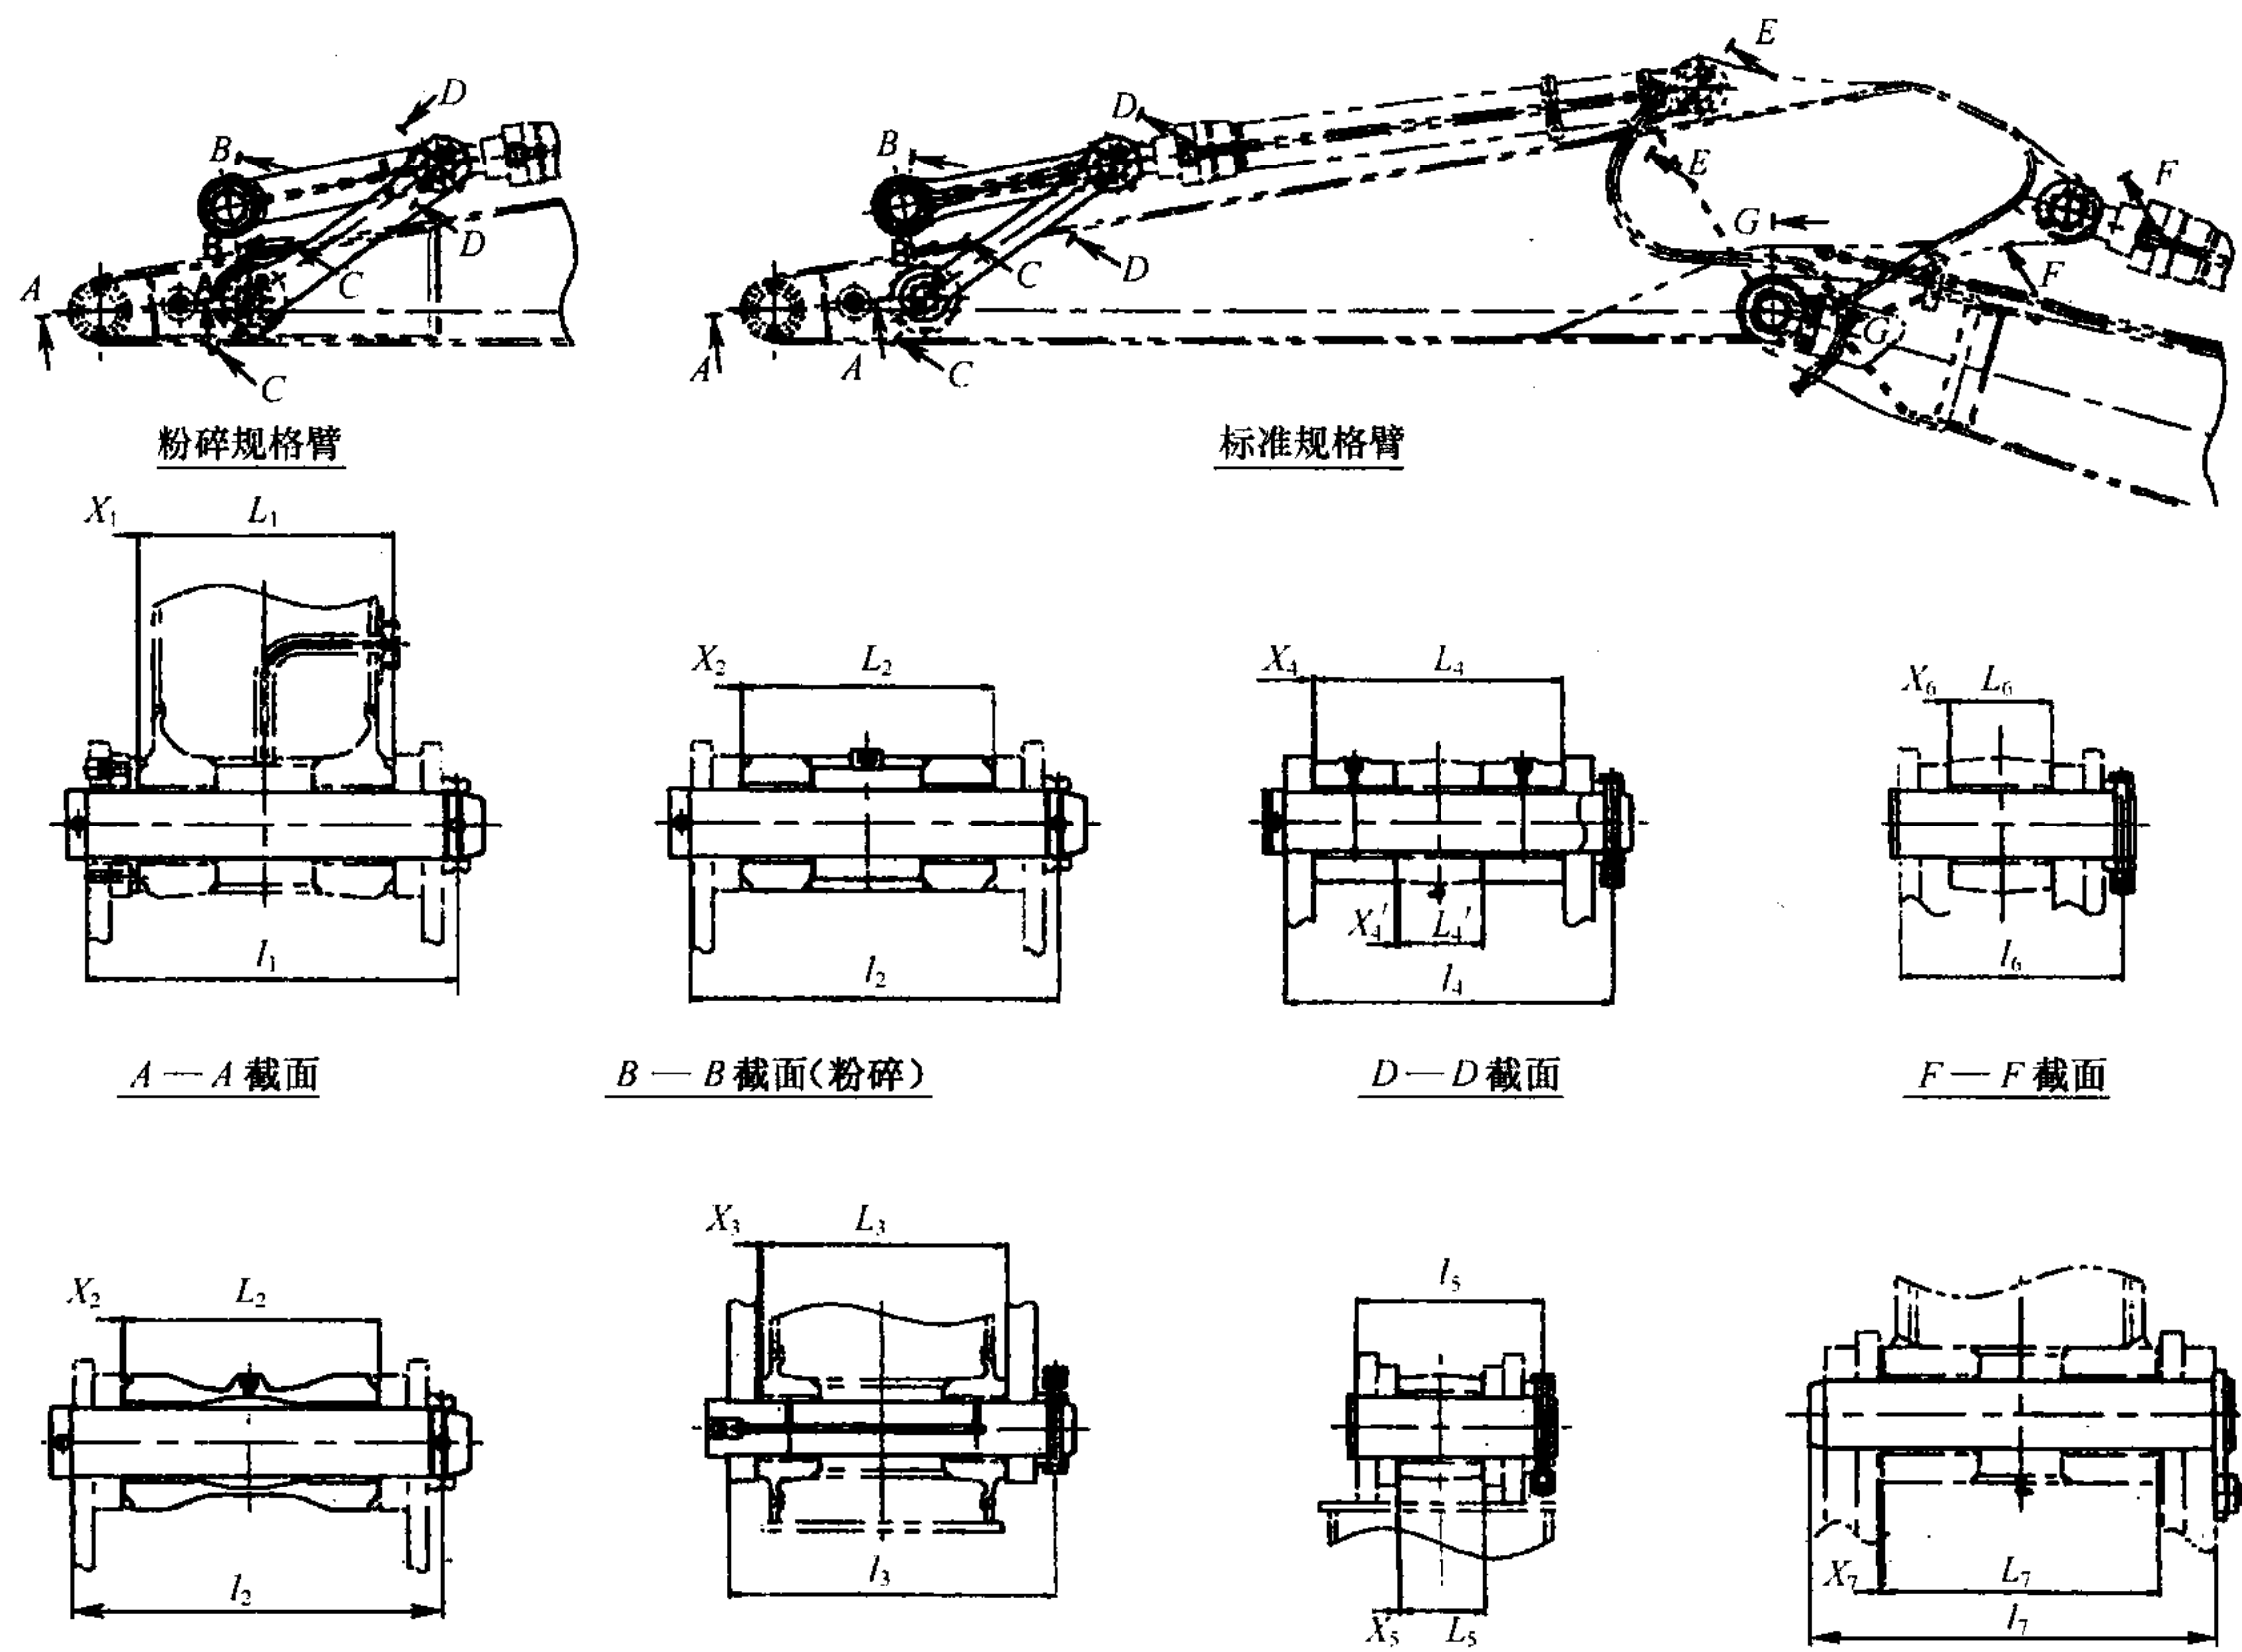

图 1-6 推力方向小臂与油缸尺寸图
(2) 推力方向小臂及油缸尺寸图示部位如图 1-6 所示。推力方向小臂与油缸尺寸如表 1-6 所示。